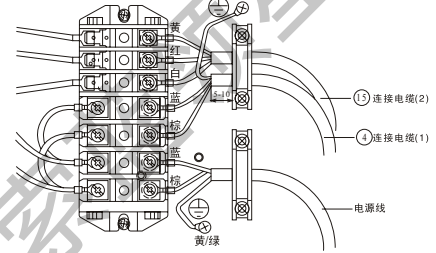
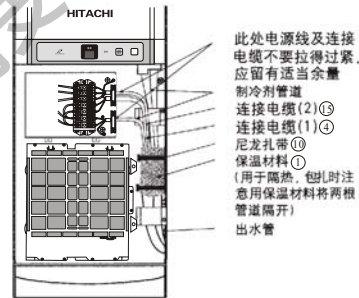

图 17
图 18
(2) 按图17、图18所示进行接线。
- (3) 必须将黄/绿芯线接至带有“⊕”标志的端子上。
- (4) 将电源线、连接电缆用电线压板压紧，以防止接线端子受力后脱落。
- (5) 将制冷剂管道用附件⑤尼龙扎带按图18要求扎起来。
- (6) 将电源线、连接电缆(1)、(2)从制冷剂管道外连接管通过的管道孔穿过，且如果从后板穿过，管道孔必须装上管道孔护孔环，以防电源线、连接电缆破损发生漏电危险。
- (7) 室内电源必须安装空气开关。